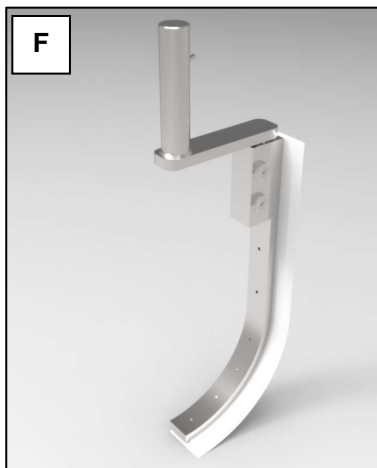

Рисунок 8 - Насадки и скребок
Посмотрите рисунок 8:
- задвинуть штифт рис.6 вверх, повернуть насадку таким образом, чтобы штифт рис.6 плотно вошёл в горизонтальное отверстие рис.8 до упора (фото Е) опустить зажим рис.3: отверстие рис.9 заблокирует штифт рис.6, заблокировав, таким образом, насадку в позиции (фото F);
- вставить четыре винта рис.8.и плотно завинтить их, не прикладывая чрезмерных усилий.
- установить дежу рис.1 таким образом, чтобы отверстия рис.5, присутствующие на каждом крыле опоры рис.6 вошли в выступающую часть опоры рис.8